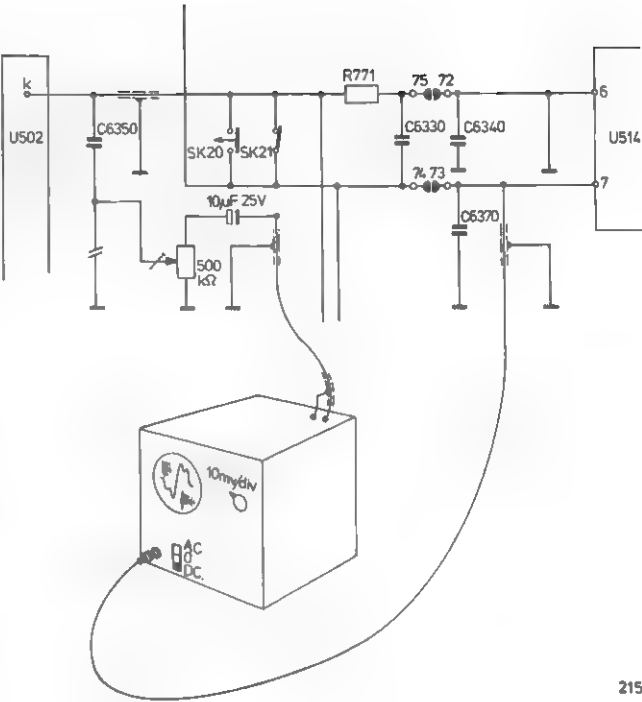

Fig. 4
- Maak de meetopstelling zoals in fig. 4 getekend.
- Verbind de loper van de potentiometer van 500 kΩ (zie fig. 4) met de losgesoldeerde aansluitdraad van C6350.